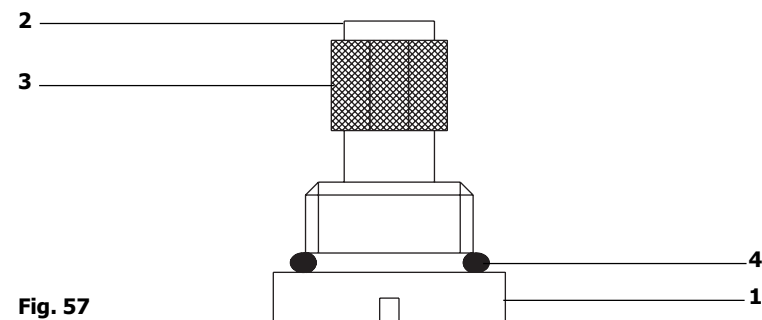

Fig. 57
- Coloque o anel de vedação (4) e o filtro (3) no ligador do filtro (1) (ver Fig. 57).
- Finalmente coloque o parafuso de retenção (2).